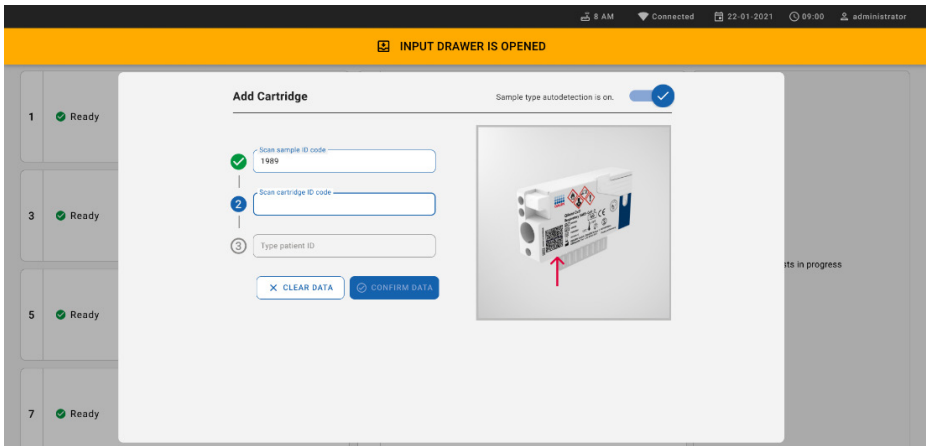

图 57. 扫描试剂盒 ID 屏幕
8. 输入样本 ID 条形码后，扫描要使用的 QIAstat-Dx Respiratory SARS-CoV-2 Panel Cartridge 的条形码（箭头所示位置）。QIAstat-Dx Rise 会根据 QIAstat-Dx Respiratory SARS-CoV-2 Panel Cartridge 条形码自动识别要运行的检测（图 57）。